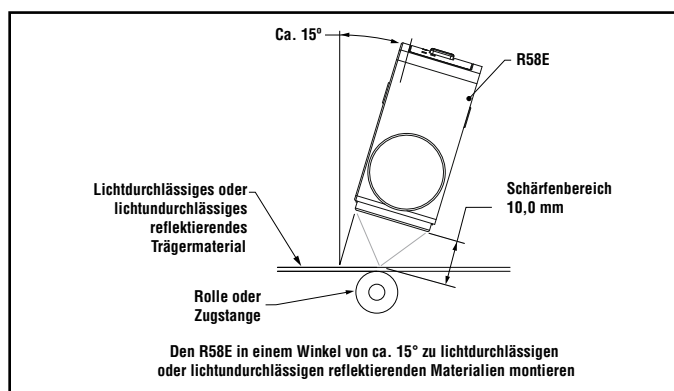

Abbildung 9. Montage zur Erfassung lichtundurchlässiger reflektierender und lichtundurchlässiger Materialien
- Beim Erfassen einer Registermarke an einem reflektierenden (glänzenden) Material sollte der R58E in einem Winkel montiert werden, bei dem die Mittellinie der Linse um ca. 15° zur Materialoberfläche versetzt ist (Abbildung 9). Dieser "schiefe Winkel" hält starke direkte Reflexionen (die den Sensor beeinträchtigen) minimal und ermöglicht dem Sensor, den relativ geringen optischen Kontrast zu erkennen, der durch Farbunterschiede erzeugt wird.
- Durchsichtige Materialien sind schlechte Reflektoren für Licht. Beim Erfassen einer Marke, die auf einem durchsichtigen Material aufgedruckt ist (z. B. auf einem durchsichtigen Polyethylenband), kann direkt hinter dem durchsichtigen Material eine reflektierende Oberfläche positioniert werden, damit das Licht zum R58E zurück reflektiert wird. Die gedruckte Marke wird dann unabhängig von ihrer Farbe zum Dunkelzustand, weil sie das Licht daran hindert, die reflektierende Oberfläche zu erreichen. Die meisten durchsichtigen Materialien sind auch glänzend. Bei der Erfassung von durchsichtigen Materialien ist es daher wichtig, einen 15°-Versatzwinkel einzuhalten (Abbildung 9).